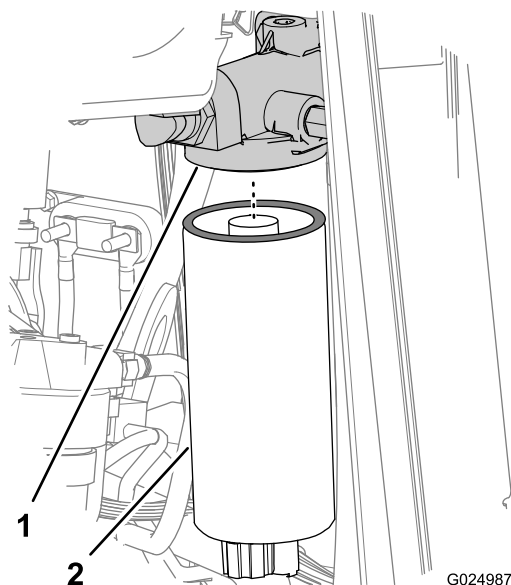
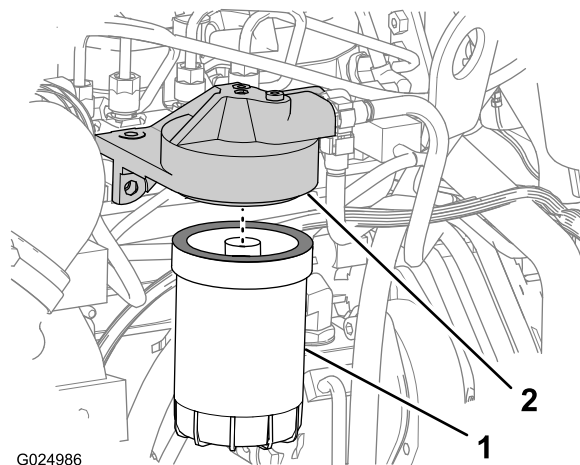

Figura 74
Figura 75
- Solte e remova o filtro primário de combustível (Figura 74).
- Solte e remova o filtro de combustível secundário (Figura 75).
- Limpe as superfícies de vedação dos adaptadores de filtro para os filtros primário e secundário de combustível (Figura 74 e Figura 75).
- Instale o filtro primário de combustível no adaptador de filtro e aperte o filtro até que a junta entre em contato com a superfície do cabeçote do filtro (Figura 74).
contato com a superfície do cabeçote do filtro (Figura 75).